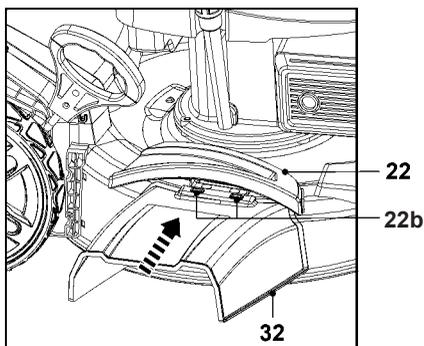

Рис. 19
4. Совместите отверстия (32а) и навесьте жёлоб для выброса травы вбок (32) на крючки (22b) (рис. 19). Жёлоб для выброса травы вбок готов к использованию.